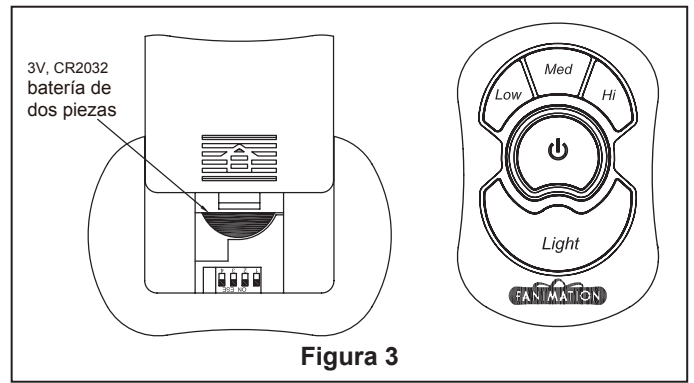

Figura 3
3. Vuelva a montar la cubierta de la carcasa superior asegurando la cubierta como se muestra (Figura 3) y no apriete los tornillos de forma excesiva.
3. Levante cuidadosamente el ventilador y coloque el ensamble de la bola para colgar/varilla en la abrazadera para colgar que acaba de fijar a la caja de salida. (Figura 3) Asegúrese de que la ranura de la bola esté alineada con la lengüeta de la abrazadera para colgar. (Figura 2)
- Conecte los cables tal y como se le indica:n(Figura 3) – El soporte del gancho verde y los cable de la bola del soporte van al cable (tierra) DESNUDO.
## 1. Funcionamiento y Utilización del Transmisor a Distancia (Figura 3):
3. Fije adecuadamente las conexiones del motor al portalámparas de la unidad de placa del soporte de la luz descendiente. (Figura 3)
4. Instale la carcasa curvada inferior en las ranuras del adaptador. (Figura 3)